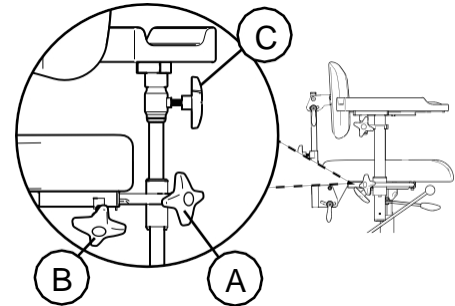

Abb.5.51. Braccioli per emiplegici.
I braccioli emiplegici sono disponibili in altezza (A) e larghezza (B) sono regolabili e orientabili, cfr. Fig. 5.51.